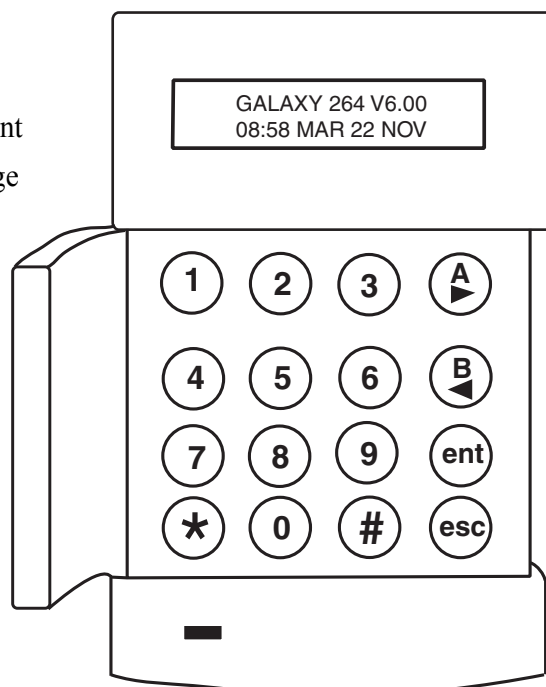

Figure 4-1. Clavier Mk7/KeyProx Galaxy
- 16 touches rétro-éclairées (comme indiqué sur le figure 4-1)